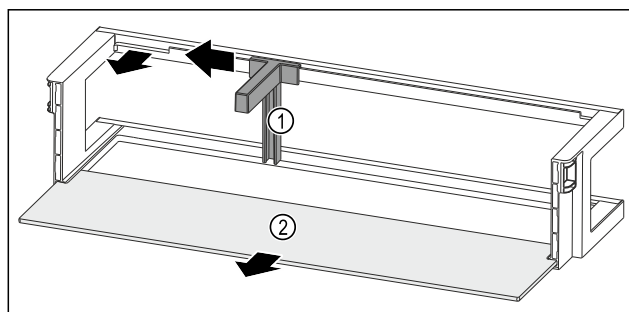

Fig. 237 Дверная полка с держателем для бутылок и съемной полкой
- ▶ Сместите держатель для бутылок Fig. 237 (1) до выемки в сторону.
- ▶ Извлеките держатель для бутылок Fig. 237 (1).
- ▶ Извлеките съемную полку Fig. 237 (2).